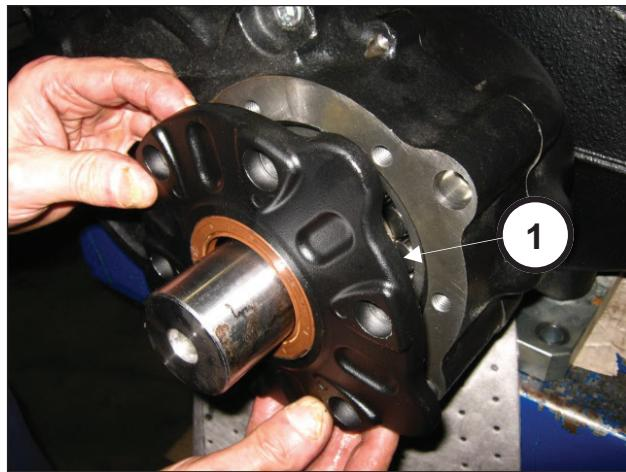

Fig. 80
Mettre en place le couvercle de pignon (rep. ①, Fig. 80).